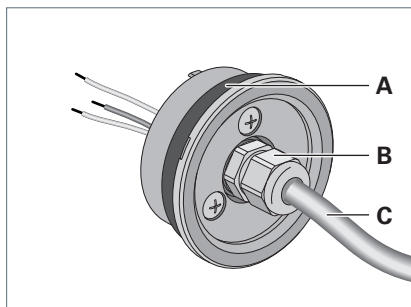

Fig. 8: Luminaire tubulaire RL70.
- Introduisez le câble par le raccord de câble à vis **B**, voir Fig. 8.